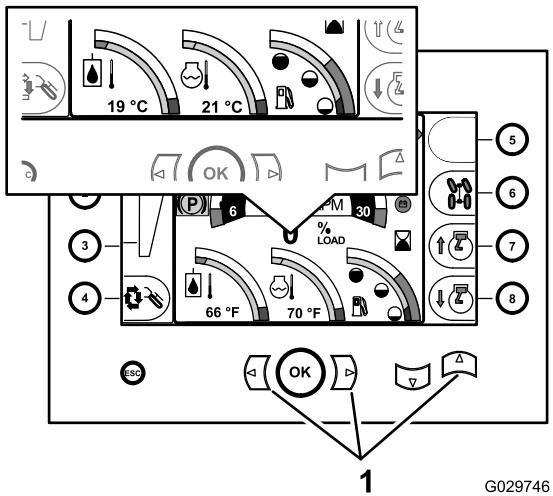

Figura 32
- Visualizzate la schermata home del centro di comando (Figura 32).
- Premete i pulsanti sinistro+destro+su (Figura 32).